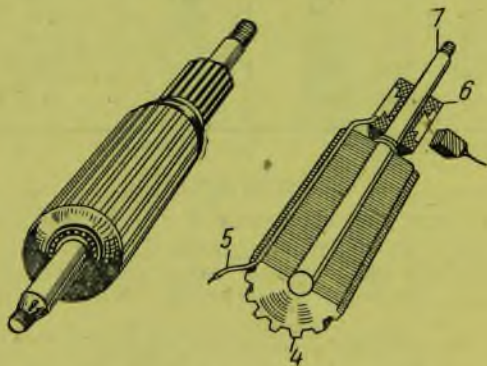

Рис. 120. Якорь динамомашины
В магнитном потоке вращается якорь (рис. 120), состоящий из сердечника (4), обмотки (5), коллектора (6) и вала (7). Сердечник якоря набирается из отдельных изолированных друг от друга тонких железных дисков фасонной формы.